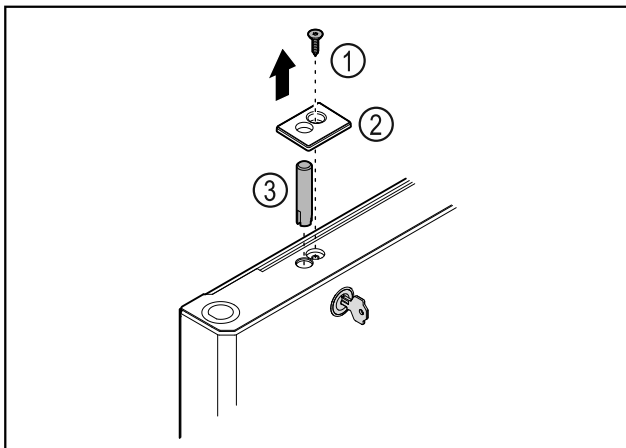

Fig. 42
- ▶ Зніміть гвинт Fig. 42 (1).
- ▶ За допомогою малої викрутки зніміть з фіксатора кришку Fig. 42 (2) і видаліть.
- ▶ Витягнути палець замка Fig. 42 (3).